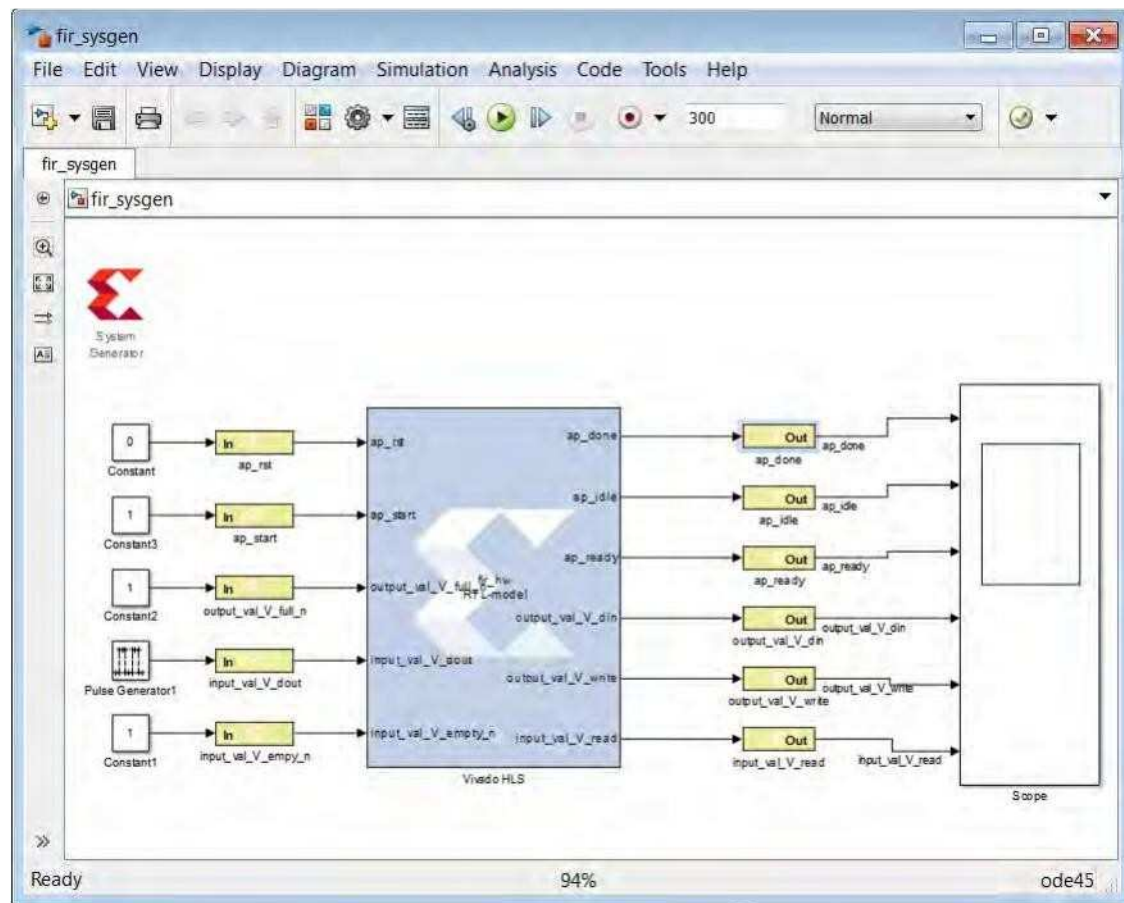

图 11-8:所有连接的设计
10.将设计 I/O 端口连接到 FIR IP 块上的端口，如图 11-8 所示。